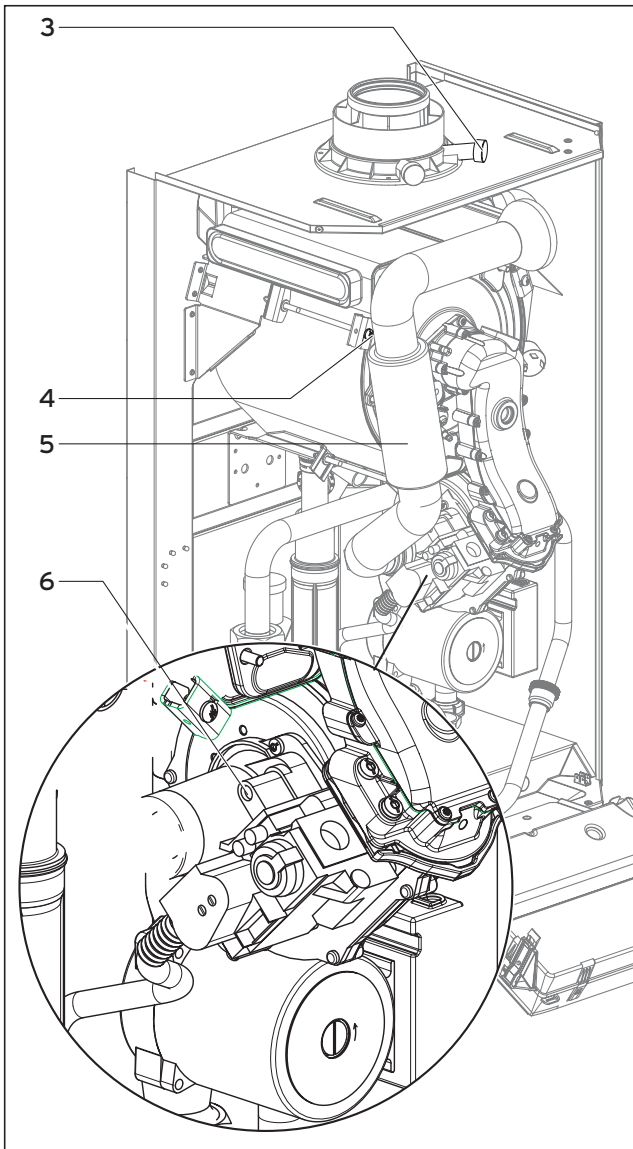

Рис. 5.4 Замер содержания CO₂, Настройка коэффициента избытка воздуха (настройка газа)
- Выполните замер содержания CO₂ на испытательном патрубке отходящих "азов (3) (рис. 5.4). Сравните измеренное значение с соответствующим значением в таблице 5.2.
- Если требуется выполнить настройку значения отходящих "азов, отверните винт (4) и откиньте вперед воздухозаборную трубу (5) на 90°.